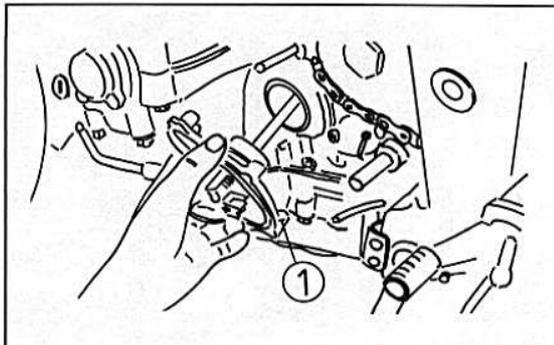

Bild 80
- Die Kühlmittelpumpe vom Kurbelgehäuse abbauen (Bild 80).